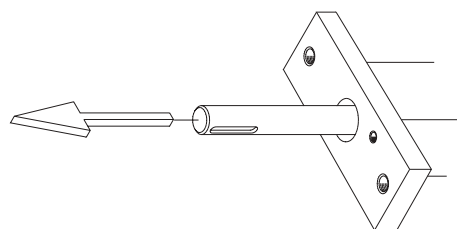

Fig 19
20. Fatta bygelns långa spindel och dra bygel mot ventilhusets axiella ansats (Fig. 19).